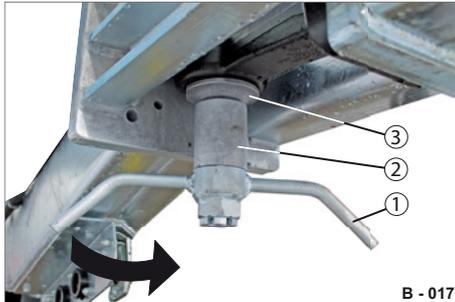

Abb. 16 Zugöse unten angeschlagen
- ▶ Schrauben Sie die Flügelmutter (Abb. 16/1) komplett ab.
- ▶ Entfernen Sie den Abstandshalter (Abb. 16/2) und die Scheibenauflage (Abb. 16/3).